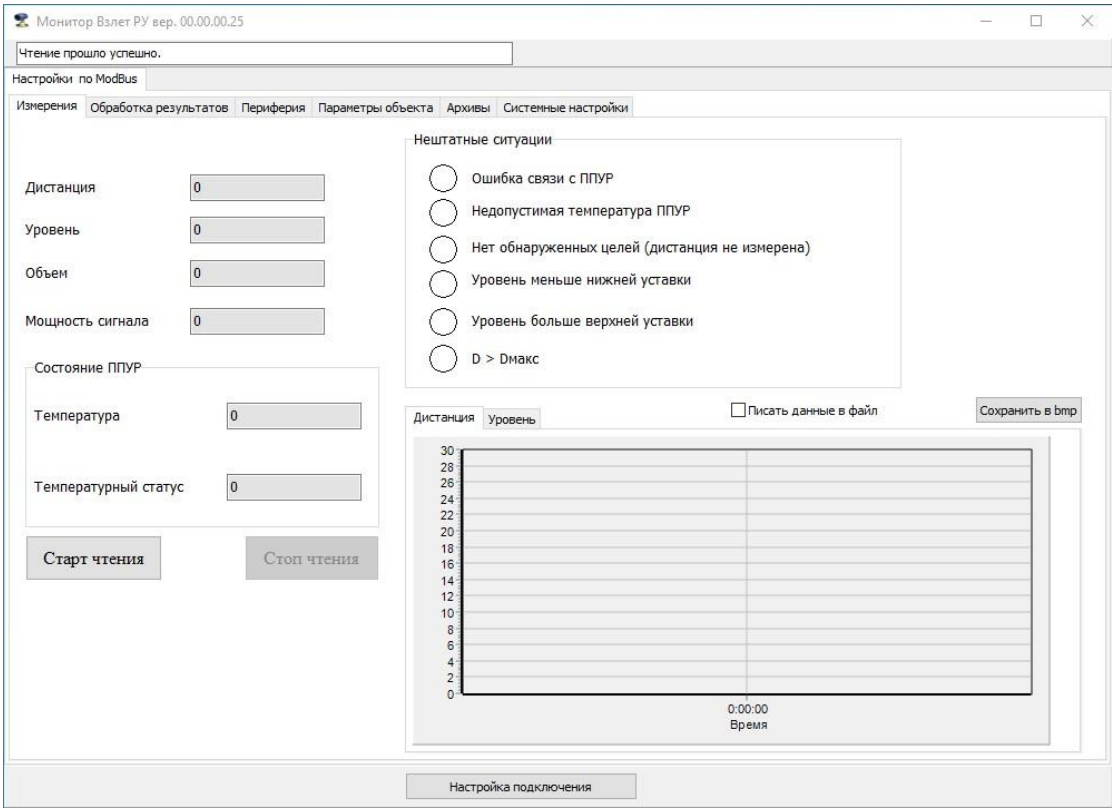

Рис.15 - Основное окно программы «Монитор Взлет РУ».
7.1.3 Нажать кнопку «Подключение». На мониторе ПК появится основное окно программы «Монитор Взлет РУ» (рис.15).